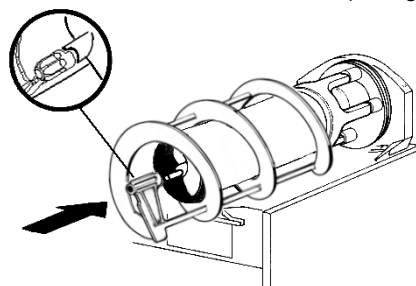

figura 13
- 4 Enfilar el rascador interior en el evaporador, acompañándolo con cuidado, evitando tocar la pared posterior (ver figura 13).